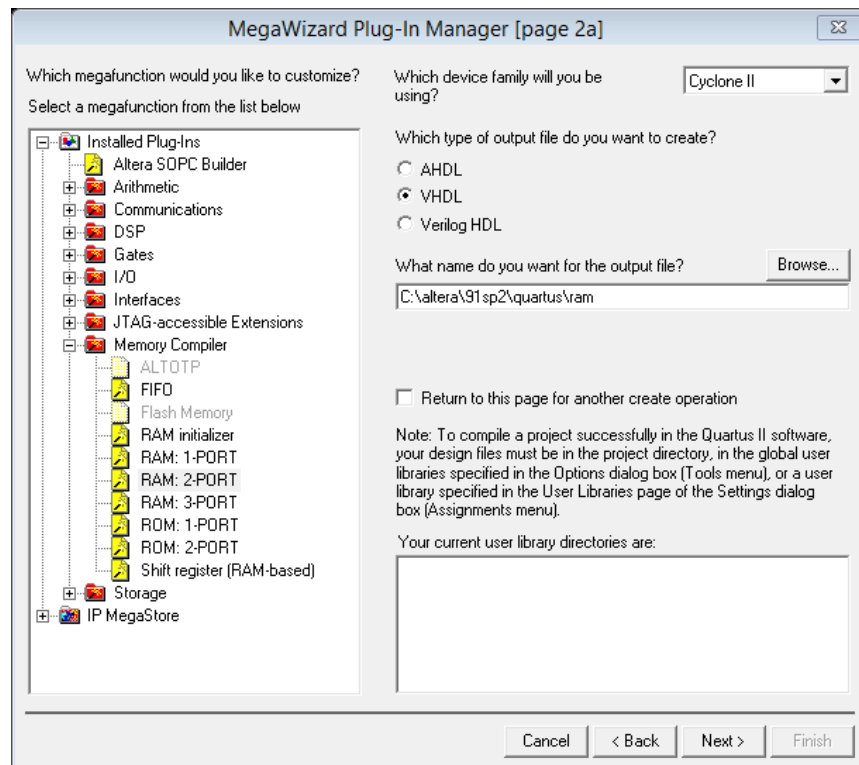

Рис. 17. Вікно налаштувань для 32×16 RAM
2.2.2. Оберіть відповідну мегафункцію. На сторінці 2 розкрийте папку **Memory Compiler** та оберіть **RAM: 2-PORT** (рис. 17). Як і для реалізації помножувача, оберіть сімейство мікросхем **Cyclone II** та мову описання мегафункцій – **VHDL** чи **Verilog**. В рядку імені вихідного файлу вкажіть **ram**. Натисніть **Next**.